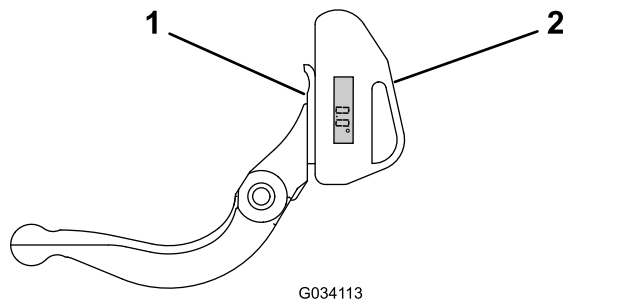

Figura 23
1. Posizionate il goniometro sul lato inferiore della controlama, come illustrato nella Figura 23.